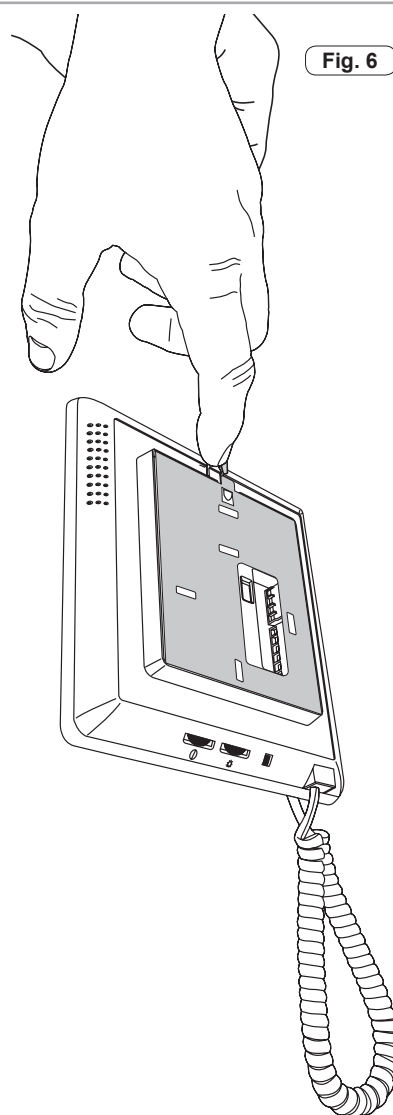

Fig. 6
- Nel caso in cui fosse necessario togliere il videocitofono è necessario agire facendo una leggera pressione nell'apposita levetta (Fig. 6) e sollevare (dal basso verso l'alto) in modo da sganciare il videocitofono dal telaio.